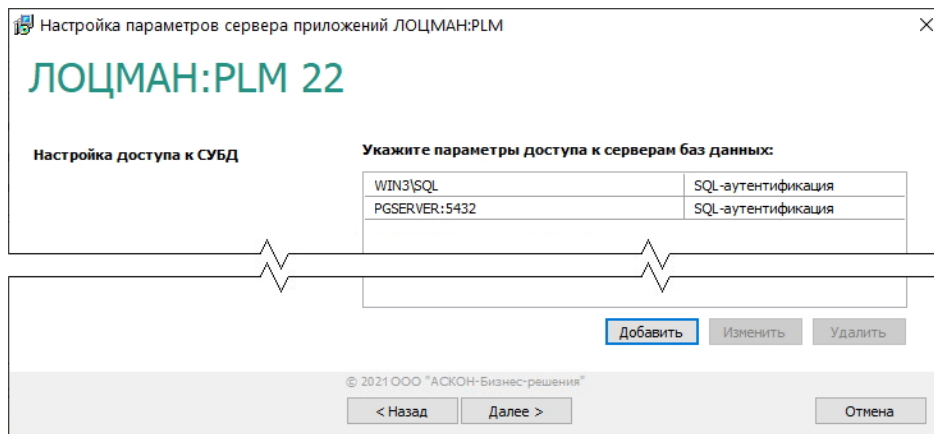

Рис. 4.32
1. Чтобы изменить параметры соединения сервера приложений с сервером баз данных, выберите в списке сервер баз данных и нажмите кнопку **Изменить** (рис. 4.32).